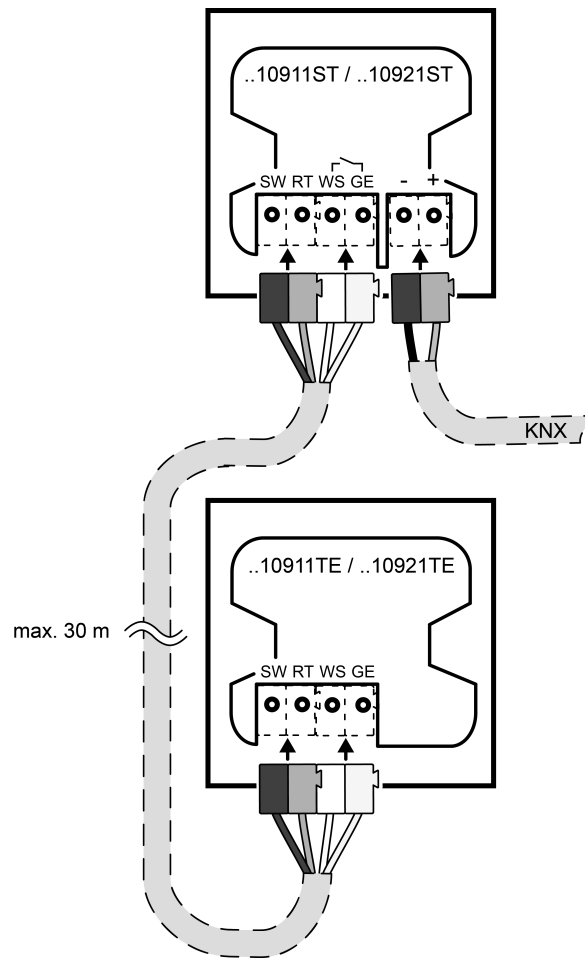

Figura 4: Conexión de una ampliación de pulsador
- Opcional: conectar Pulsador KNX de ampliación (véase Accesorios) al empalme de unión (véase figura 4).
Conectar Pulsador KNX de ampliación (véase figura 4)